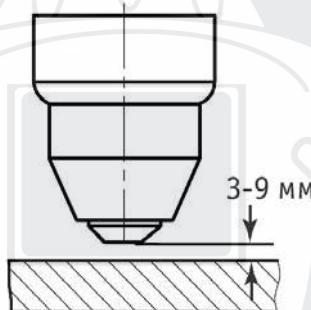

Рис. 9.5. Выбор расстояния от сопла плазмотрона до разрезаемого изделия.
- **Расстояние до разрезаемого изделия (См. рис. 9.5).**